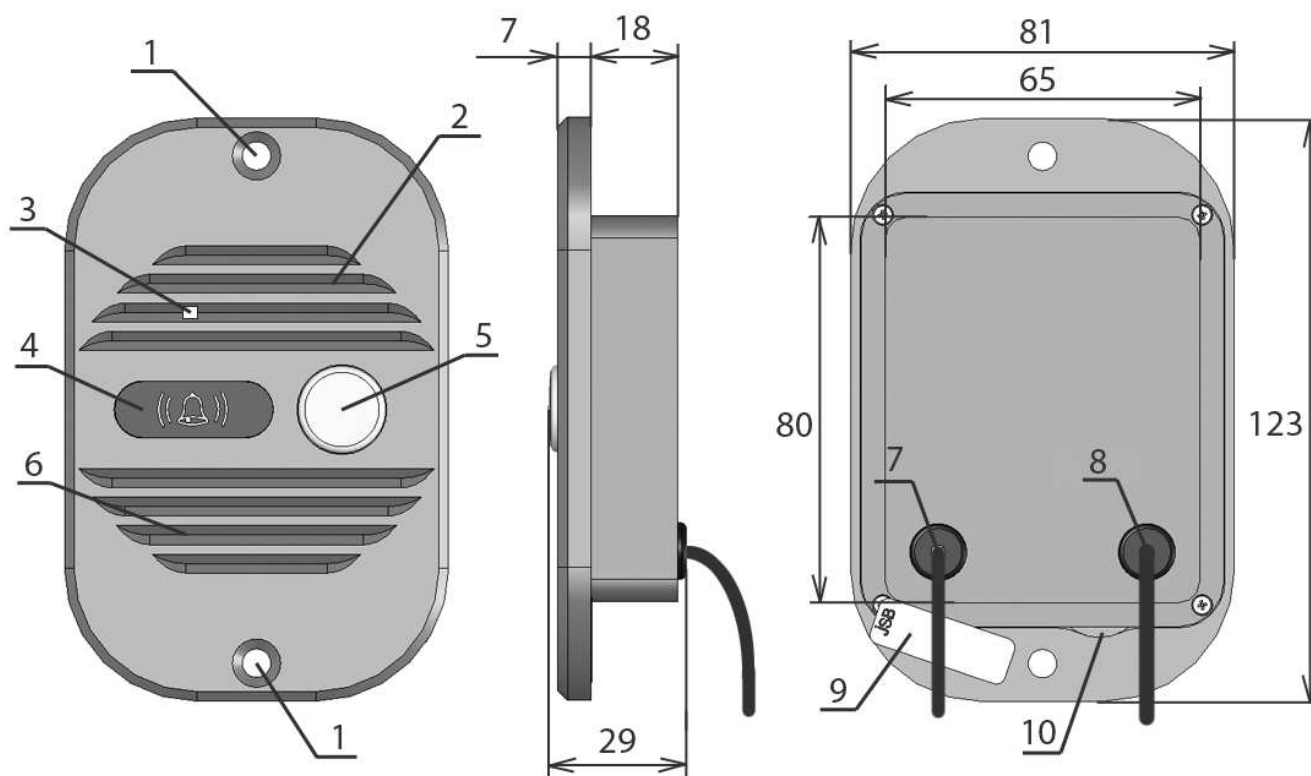

Рис. 1. Назначение основных узлов панели:
Внимание! При установке не следует герметизировать заднюю крышку вызывной панели, через водосток (10 на рис. 1) и зазоры в задней крышке стекает влага, попавшая в вызывную панель. Герметизация задней крышки приводит к накоплению влаги внутри панели и выходу панели из строя!
6) Нажмите кнопку открывания замка на мониторе. Вызывная панель должна показать открывание замка зуммером (короткий писк или серия писков) и светодиодом (короткое мигание) за защитным фильтром ИК-подсветки (4 на рис. 1), замок должен открыться.